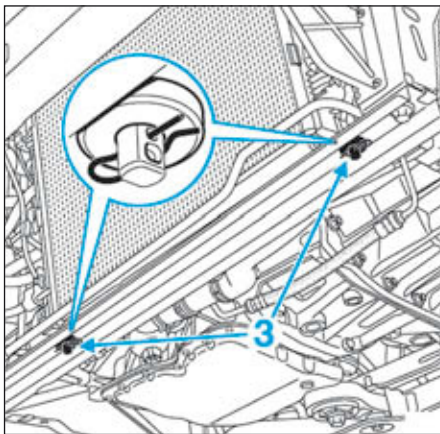

FIG.5
- Ecarter, vers l'avant, l'ensemble de refroidissement après avoir déposé les goupilles (3) (Fig.5).